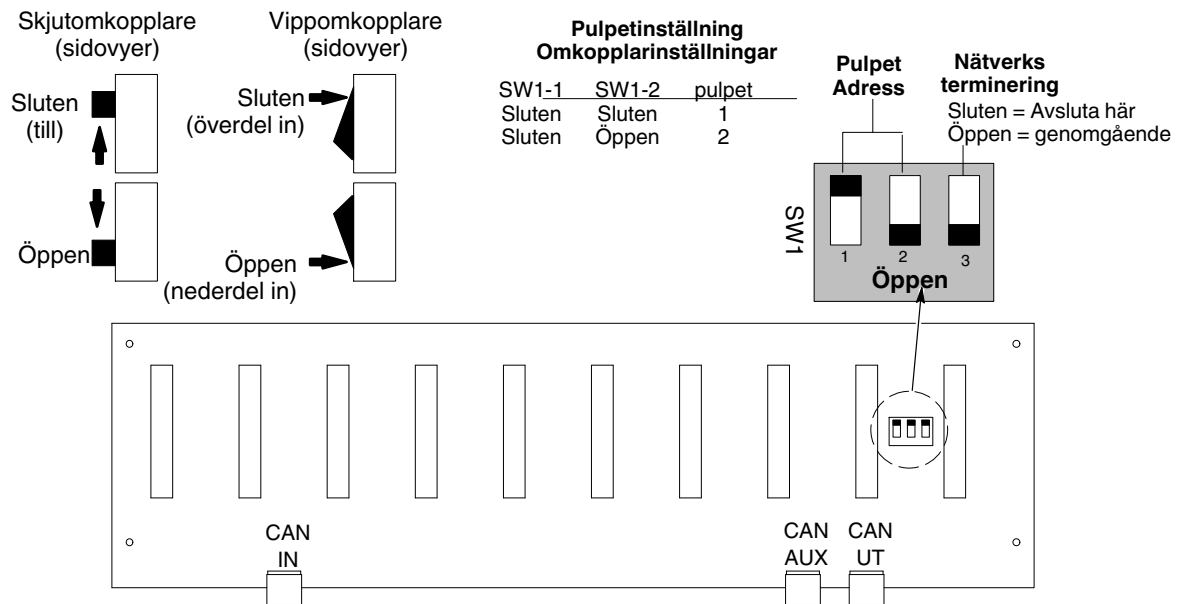

Bild 3-2 CAN nätverksanslutningar, pulpetadresser och terminering
Se bild 3-2.
**Pulpetadress (SW4-3, 4):** Ställ switcharna 3 och 4 till pulpetens adress, vilken är densamma som den adress man ställt in på moderkortets dip-omkopplare, visat i bild 3-2.